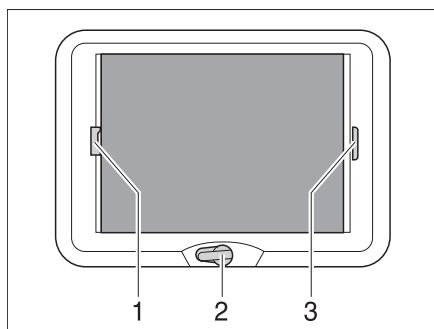

Fig. 33 Oblò a manovella
- Ruotare la manovella (Fig. 33,2) fino a quando non si incontra resistenza (angolo di apertura max. 70°).
- Tirare la tendina oscurante pieghevole per la maniglia (Fig. 33,3) e rilasciarla alla posizione desiderata. La tendina oscurante pieghevole rimane in questa posizione.
- Tirare la protezione contro gli insetti per la maniglia (Fig. 33,1) verso la maniglia contrapposta della tendina oscurante pieghevole (Fig. 33,3) e farla innestare.
- Tirare la maniglia della protezione contro gli insetti (Fig. 33,1) dietro, verso l'alto, e sganciare la protezione contro gli insetti dalla tendina oscurante pieghevole (Fig. 33,3).